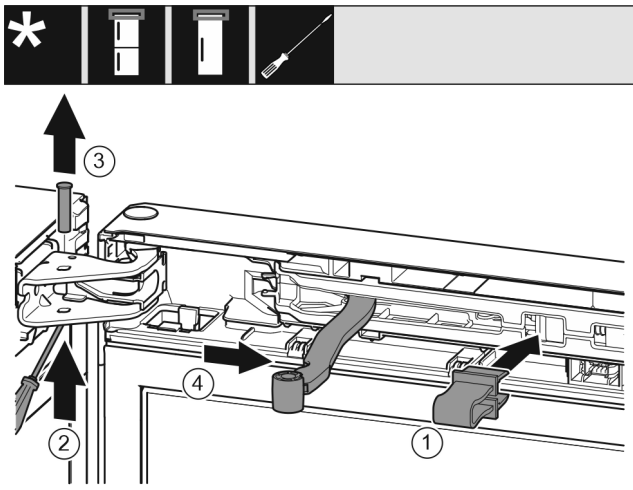

Fig. 6
- ▶ Lad sikringen klikke på plads i åbningen. *Fig. 6 (1)*
- ▶ Skub bolten ud med en skruetrækker. *Fig. 6 (2)*
- ▶ Tag bolten opad og ud. *Fig. 6 (3)*
- ▶ Drej leddet mod døren. *Fig. 6 (4)*